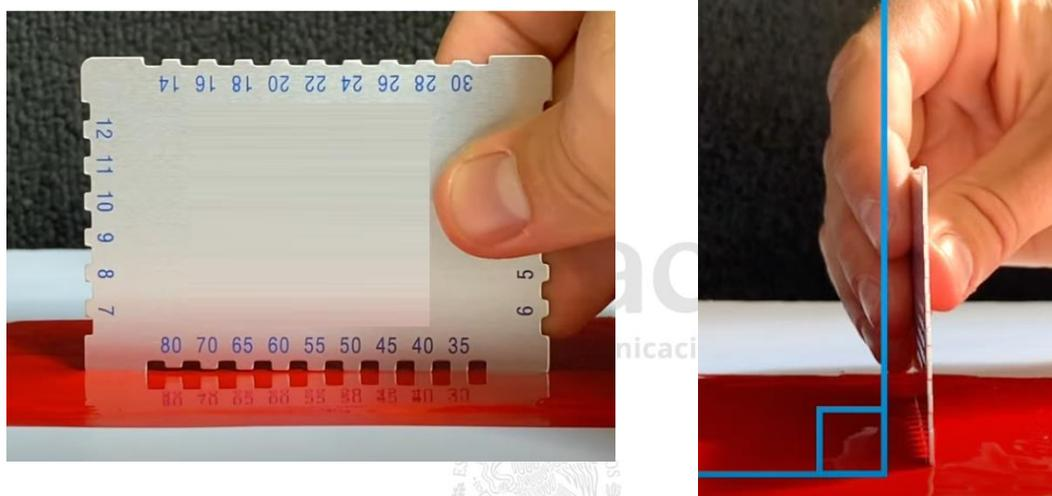

FIGURA 4.- Colocación del elcómetro en la placa metálica
- F.3.** Se introduce el medidor de espesor de película de pintura en estado húmedo perpendicularmente en la película de pintura, procurando que sea en la parte media del ancho de la muestra, formando un ángulo de 90°, de manera que los dos extremos se apoyen firmemente en la placa metálica al mismo tiempo, como se muestra en la Figura 4 de este Manual.